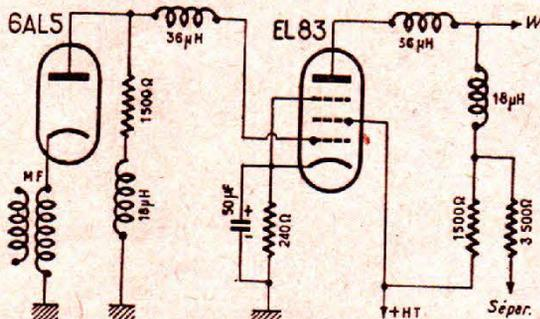

FIG. 5
Un montage qui ne comporte pas de push-pull est représenté par le schéma de la figure 5 sur laquelle la détectrice image du télé-
Ainsi, dans le cas de la figure 5, la sortie VF de la détectrice est à la plaque de la diode d'où VF négative. Elle sera donc positive au point W ce qui implique l'attaque du tube cathodique de projection, par le wehnelt.
nous le recommandons, on modifiera le schéma de la figure 5 comme suit :
b) augmenter la polarisation de la EL83. Cette modification est absolument nécessaire, car dans ce montage initial de la figure 5, la grille de la EL83 recevait la composante continue négative de la plaque de la détectrice diode, tandis que si la diode est inversée c'est la cathode qui fournit la VF et, en même temps, une composante continue positive.